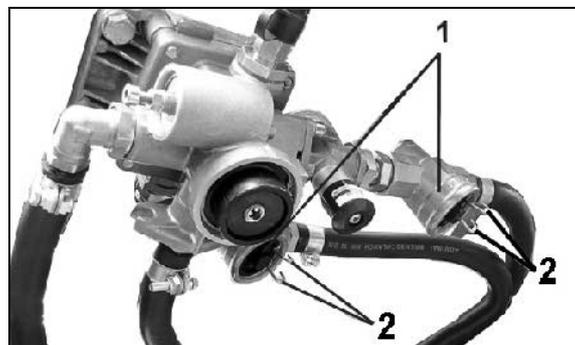

Fig. 73
Zwei LeitungsfILTER (Fig. 73/1) alle 3 Monate (bei erschwerten Einsatzbedingungen öfter) reinigen. Dazu:
- (1) beide Laschen (Fig. 73/2) zusammendrücken und das Verschluss-Stück mit O-Ring, Druckfeder und Filtereinsatz herausnehmen
- (2) den Filtereinsatz mit Benzin oder Verdünnung reinigen (auswaschen) und mit Druckluft trocknen.